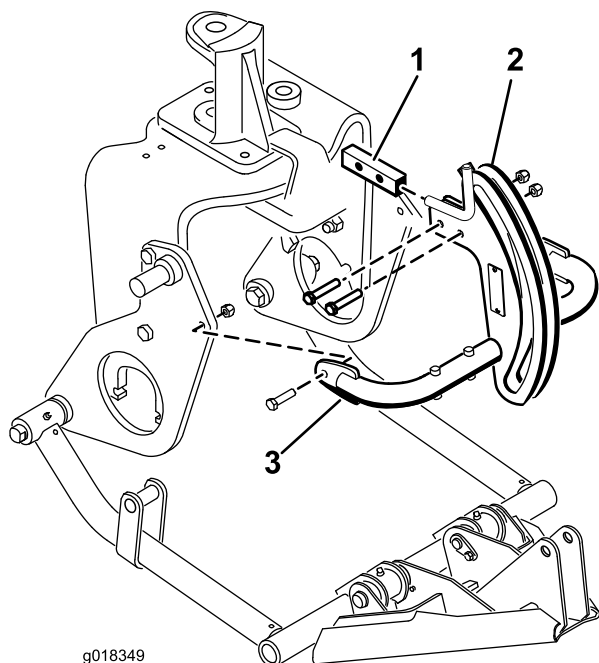

Figura 9
- Montare il telaio dell'attacco di traino sulla rispettiva staffa con 2 bulloni (3/8 x 2 pollici) e dadi (Figura 9).
- Montare i tubi del telaio dell'attacco di traino sulle piastre dell'aratro con bulloni (3/8 x 1-1/2 pollici) e dadi (Figura 9). Serrare i dispositivi di fissaggio.